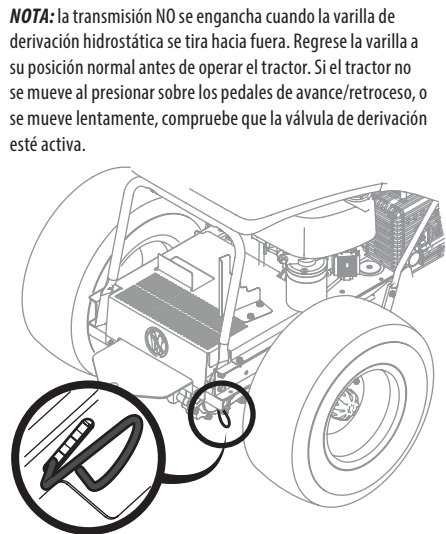
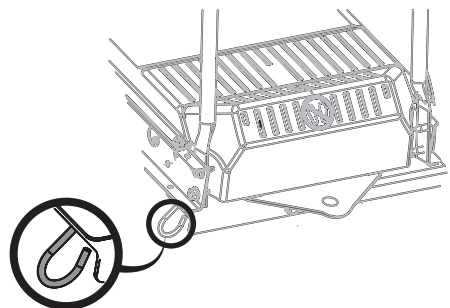

Figura 1
Figura 2
1. Acople las varillas de derivación de la transmisión para mover el tractor manualmente sin ponerlo en marcha. La varilla de derivación de la transmisión está ubicada en el interior del neumático Izquierda, cerca de la parte posterior del tractor. Acople la varilla de derivación tirando hacia afuera y hacia abajo (Figura 1 para la transmisión hidráulica y Figura 2 para la transmisión Tuff Torq).
- Desenganche la varilla de derivación empujándola hacia adentro después de mover el cortacésped (Figura 1 y Figura 2).